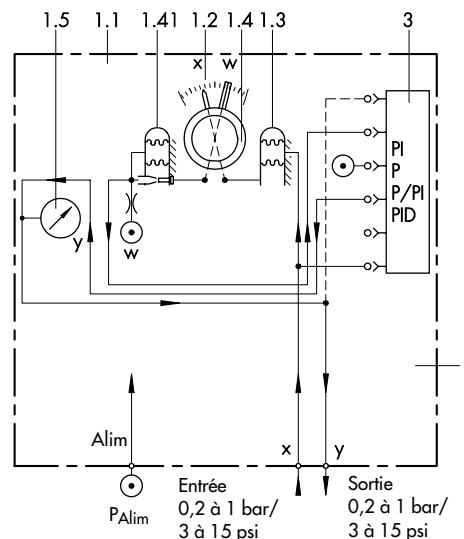

Fig. 4 · Schéma de principe, régulateur à consigne interne pour signaux pneumatiques standards, exécution avec poste de commande type 3431-01
Fonctionnement (fig. 4 à 8)
Le poste de commande représenté sur la fig. 4 (régulateur à consigne interne avec entrée pneumatique) comprend un cadran (1.2), un système d'indication de mesure (1.3), un émetteur de consigne (1.4) et des connecteurs pour le raccordement d'un module régulateur (3). Ces connecteurs sont auto-obturants. Le signal de mesure x produit sur le système de mesure à soufflet un déplacement qui est transmis au mécanisme de l'aiguille. La consigne (grandeur directrice w) est réglable sur l'indicateur de la face avant (1.2). La position du bouton de consigne (1.4) est transmise au système (1.41) qui élabore un signal pneumatique (w) conduit au module régulateur. Le module régulateur compare la valeur de mesure (x) et le signal de consigne (w) et émet le signal de réglage (y) en fonction de l'écart de réglage et des paramètres réglés. Ce signal est également relié à l'indicateur de sortie (1.5).
Le poste de commande représenté sur la fig. 5 (régulateur à consigne externe avec entrée pneumatique) correspond à l'exécution de la fig. 4, mais comporte en plus un commutateur manu-auto (1.6), un bouton de réglage manuel (1.7) et un voyant de pression différentielle (1.8). En position AUTOMATIQUE, le signal de sortie y est relié à la sortie y_A du module régulateur, et en position MANUELLE à la sortie y_H du système de commande manuelle (1.7). Une commutation manu-auto sans à-coups est possible, lorsque y_A et y_H sont égales sur le voyant de pression différentielle (1.8). Les régulateurs à consigne externe ne comportent pas d'émetteur de consigne (1.4), mais simplement un indicateur de consigne. L'exécution représentée a une entrée pneumatique pour la consigne externe w_{ext} .
Les exécutions avec convertisseur i/p (fig. 7) sont prévues pour le raccordement de signaux électriques (grandeur réglée x) de 4 à 20 mA, 0 à 20 mA ou 1 à 5 mA. Le signal d'un transmetteur, conduit au convertisseur i/p (2) est transformé en un signal pneumatique de 0,2 à 1 bar. Ces postes de commande correspondent aux exécutions représentées fig. 4, 5 et 6. Elles comportent en supplément un convertisseur i/p (2), dont le signal de sortie est conduit au système à soufflet de l'indicateur de mesure (1.3) et au module régulateur (3). Les régulateurs à consigne externe avec entrée électrique $w_{ext} = 4$ à 20 mA, 0 à 20 mA ou 1 à 5 mA possèdent un convertisseur i/p supplémentaire.
Les exécutions représentées fig. 8 avec convertisseur et alimentation (4) sont conçues pour le raccordement d'un transmetteur en montage 2 fils, avec alimentation en tension continue. Le signal de sortie du transmetteur (grandeur réglée $x = 4$ à 20 mA), conduit au convertisseur i/p, est transformé en un signal pneumatique standard de 0,2 à 1 bar. Le fonctionnement de ces postes de commande est identique à celui des exécutions représentées fig. 4 et 5. Toutefois, ils comportent en supplément un module convertisseur avec alimentation (type 3438-06 / -07). Le signal de sortie du convertisseur i/p correspondant est transmis au système à soufflet de l'indicateur de mesure (1.3) et au module régulateur (3). Les régulateurs à consigne externe avec entrée électrique w_{ext} ont un convertisseur i/p supplémentaire.